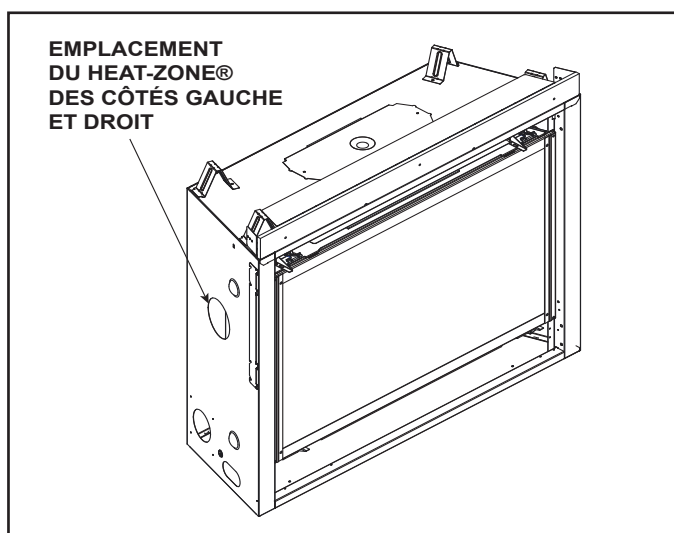

Figure 6.14 Emplacements du Heat-Zone®
- Localisez les orifices Heat-Zone® à la gauche et à la droite de l'appareil. Il faut installer un ou deux Heat-Zones®. Voir la figure 6.14. Retirez les alvéoles défonçables de l'appareil à l'aide de cisailles de ferblantier.